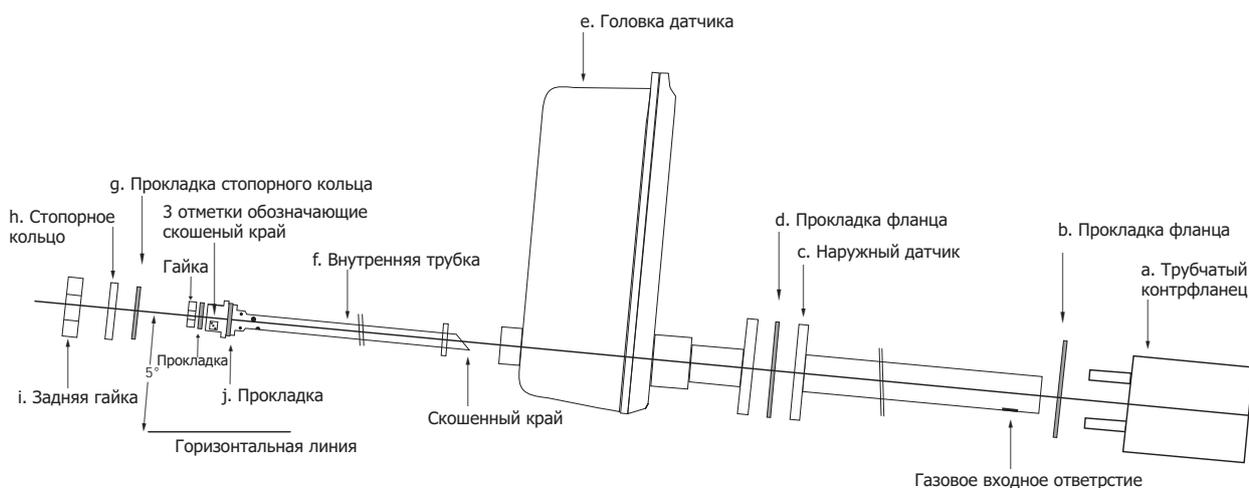

Рис. 8 Монтаж датчика
- Установите наружный датчик (с) с прокладкой фланца (b) в соответствии с чертежом рис. 8. Впускное отверстие должно быть обращено к потоку.
- Установите прокладку (1) на внутреннюю трубку (f) и вставьте в головку датчика (e) (см. рис. 8). Убедитесь в том, что скошенный край внутренней трубки направлен в сторону, противоположную впускному отверстию в наружной трубке (c), как показано ниже. На внешнем конце внутренней трубки нанесены три метки для обозначения скошенного края (см. рис. 8).
- Установите стопорное кольцо (h) с прокладкой стопорного кольца (g), заднюю гайку (i) и прокладку внутренней трубки (j) в задней части головки датчика. (См. рис. 8.)